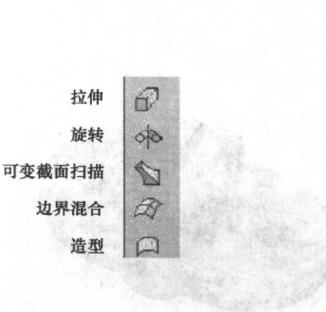

图 1-8 基础特征创建按钮
5. 特征创建工具栏 特征创建工具栏显示出各种特征创建按钮，供用户选择，方便设计工作。常用的特征创建按钮有“拉伸”、“旋转”及“可变截面扫描”等基本操作，还有基准面、基准轴、基准点、基准曲线等基准特征及孔、壳、筋等工艺特征的创建，以及装配环境下的添加元件、创建元件等操作按钮。主要的特征创建按钮及其名称见图 1-8~图 1-12。